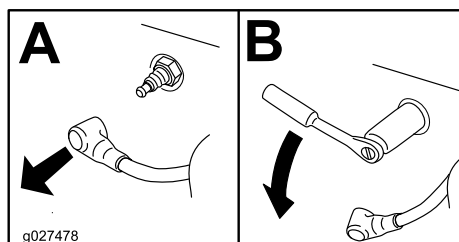

Figura 47
4. Localizai i îndepărtați bujia (bujiiile) după cum se arată în Figura 47.